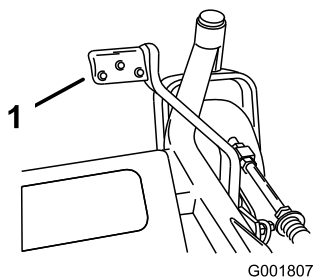

Figura 22
2. Presione la palanca de elevación asistida mientras tira hacia arriba de la palanca de ajuste de la altura de corte (Figura 22).